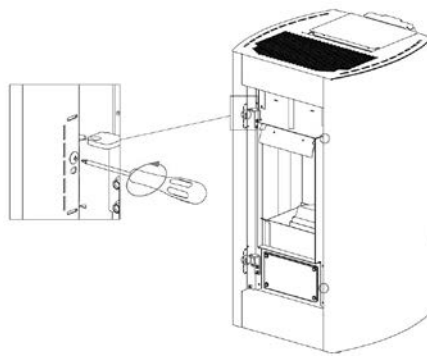
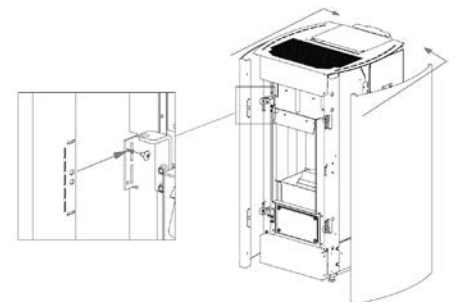

Fig. 56 - Entfernen der Schrauben
Fig. 57 - Entfernen der Seiten
- Die 4 vorderen Schrauben heraus-schrauben und die Seiten entfernen (siehe **Fig. 56** und **Fig. 57**).